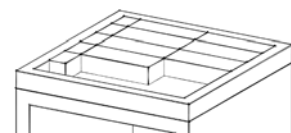

Fig. 3
3. Inserire i **blocchi isolanti** all'interno della vasca realizzata sagomandoli, se necessario, con comuni attrezzi per il taglio del legno (Fig.3). I blocchi vanno posati a secco senza cemento o altri leganti e senza stuccare le fughe.